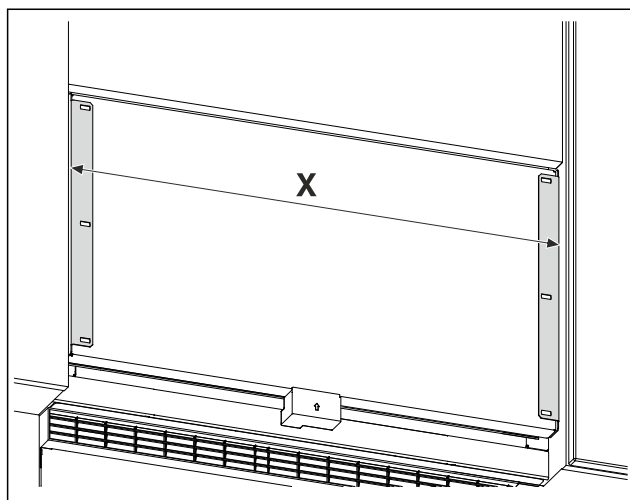

Fig. 26 Représentation à titre d'exemple
- Mesurer la distance Fig. 26 (X) qui sépare le bord extérieur de l'équerre de fixation.